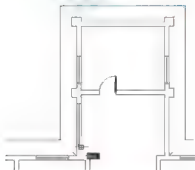

图 3.85 捕捉插入点
- (4) 将【插入】对话框中的旋转角度设置为“90”。
- (5) 单击【确定】按钮, 对话框消失。此时“窗”图块基点的位置附着在光标上。
- (6) 在指定插入点或[基点(B)/比例(S)/旋转(R)/预览比例(PS)/预览旋转(PR)]: 提示下, 在如图 3.85 所示处单击; 将“窗”图块插到该处。